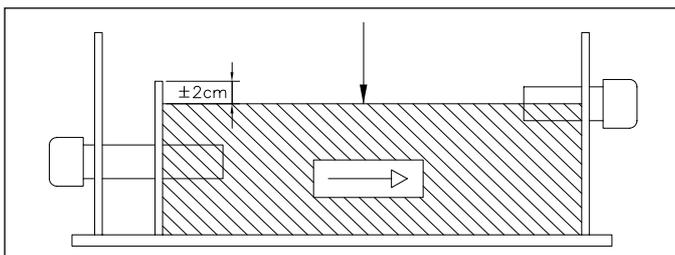

Bild 15 Neutralisationsbox, Typ NTG
1. Eine Neutralisationsbox aus Kunststoff, Typenbezeichnung NTG (Siehe Bild 15). Die Box ist mit einem Zweikomponentengranulat gefüllt, durch dieses wird das Kondensat geführt und im pH-Wert angehoben. Auf der Austrittseite verlässt das Kondensat die Neutralisationseinrichtung mit einem pH-Wert von 7,5 - 9,0. Die Standzeit der Füllung der Neutralisationsbox entspricht der Heizperiode. Neue Füllungen sind von Remeha lieferbar.